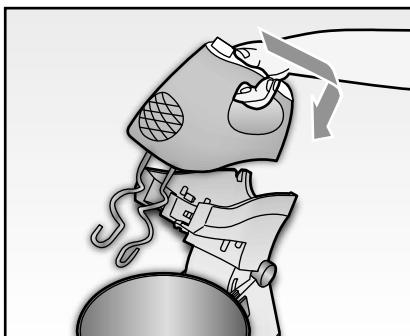

Fig. 6
- Inserendolo dal lato anteriore del supporto (C), applicare il corpo motore completo di fruste sul braccio, in modo che le fruste si innestino nelle apposite due asole. Farlo scorrere verso il basso, premendolo leggermente, fino ad udire lo scatto di avvenuto incastro dell'ingranaggio in plastica presente sulla frusta di sinistra nel relativo alloggiamento all'interno dell'asola sul braccio (Fig. 6).